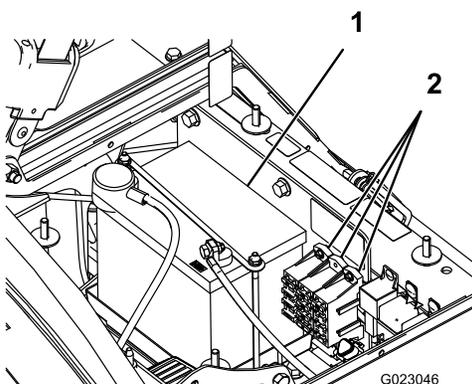

図 43
全部で2本のヒューズブロックを使用し、1本の未使用スロットがあります。ヒューズは運転席下に取り付けてあります 図 43。
2. バッテリーは、機体右側、ポンプの後ろにある 図 43。
5. バッテリーリテーナと固定金具を外す 図 43。
2. バッテリー押さえを元通りに取り付ける 図 43。
4. バッテリーカバーを元どおりに取り付けノブで固定する 図 43。
1. バッテリーボックスのノブ 図 43をゆるめ、カバーを外す。